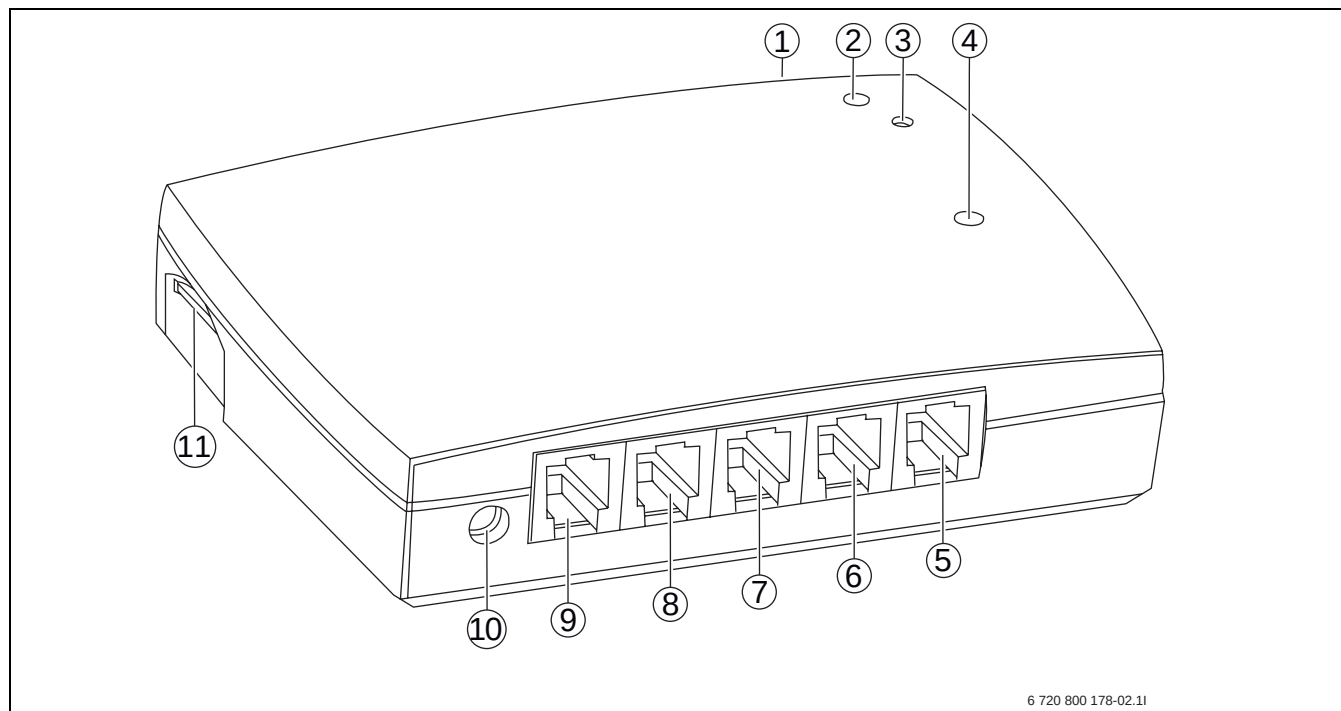

Fig. 38 GSM Control Unit oversikt
Den ene LED-lampen (→ [4] Fig. 38) på GSM Control Unit indikerer ulik status for GSM Control Unit avhengig av hvordan lampen blinker. (→ Tab 71)
Når strømmen er koblet til, tenner GSM Control Units gule LED-lampe (→ [4] Fig. 38) midlertidig for deretter å slukne.
- ▶ Trykk på tilkoblingsknappen (→ [3] Fig. 38) på GSM Control Unit inntil LED-lampen (→ [2] Fig. 38) lyser grønt
Tilkoblingsknappen (→ [3] Fig. 38) kan også brukes til avstengning av GSM Control Unit.
- ▶ Trykk inn knappen i 5 sekunder, LED-lampen (→ [2] Fig. 38) lyser da rødt, slipp knappen